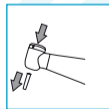

Fig. 4.2
4.2 Retirada de la fresa (Fig. 4.2)